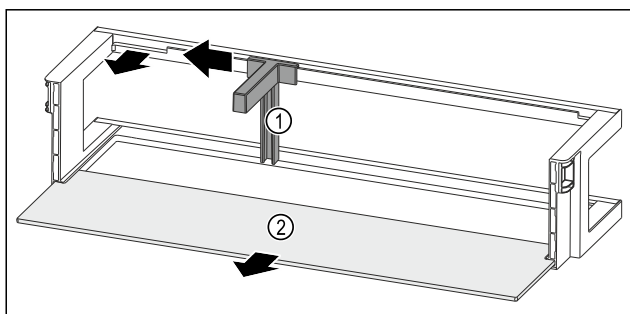

Fig. 160 Дверная полка с держателем для бутылок и съёмной полкой
- ▶ Сместите держатель для бутылок Fig. 160 (1) до выемки в сторону.
- ▶ Извлеките держатель для бутылок Fig. 160 (1).
- ▶ Извлеките съёмную полку Fig. 160 (2).